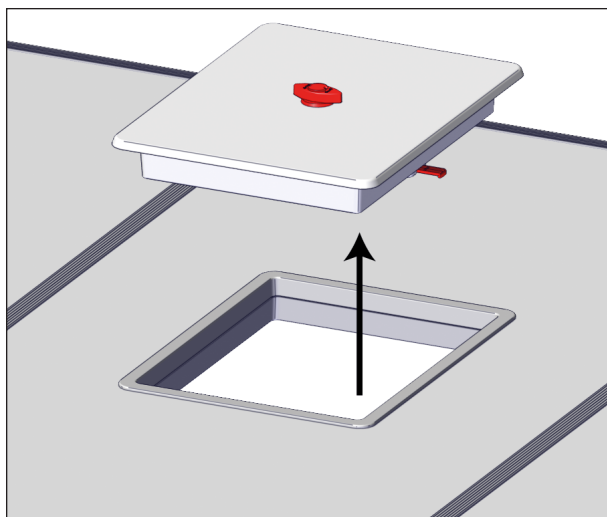

FIGURE 73: RETIRER LA TRAPPE
2. Pousser la trappe de sortie d'urgence vers le haut et la mettre de côté, voir Figure 73.